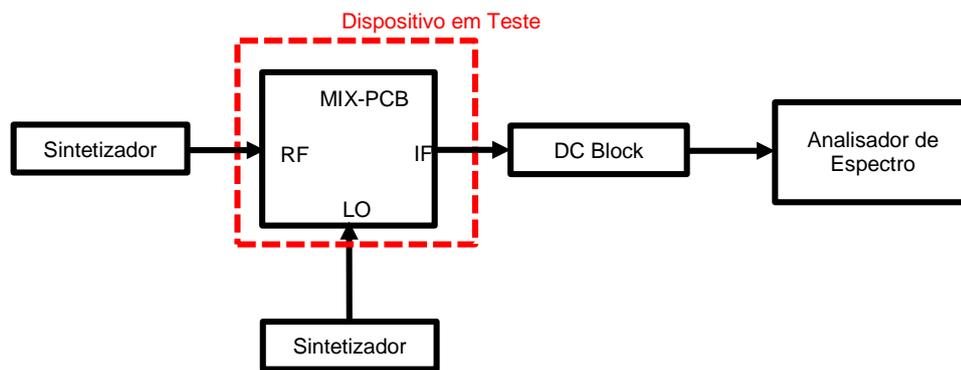

Figura 4.3.1 – conexões para teste de perda de conversão e presença de espúrios.
- 1) Realizar as conexões descritas na figura 4.3.1;